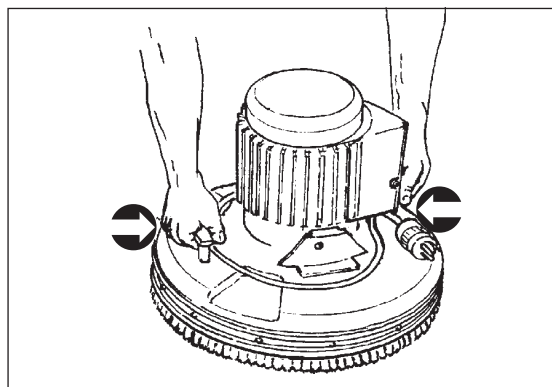

Abbildung 3
5. Greifen Sie das Gerät an den Hebegriffen, um die Schleifeinheit anzuheben (siehe Abbildung 3).